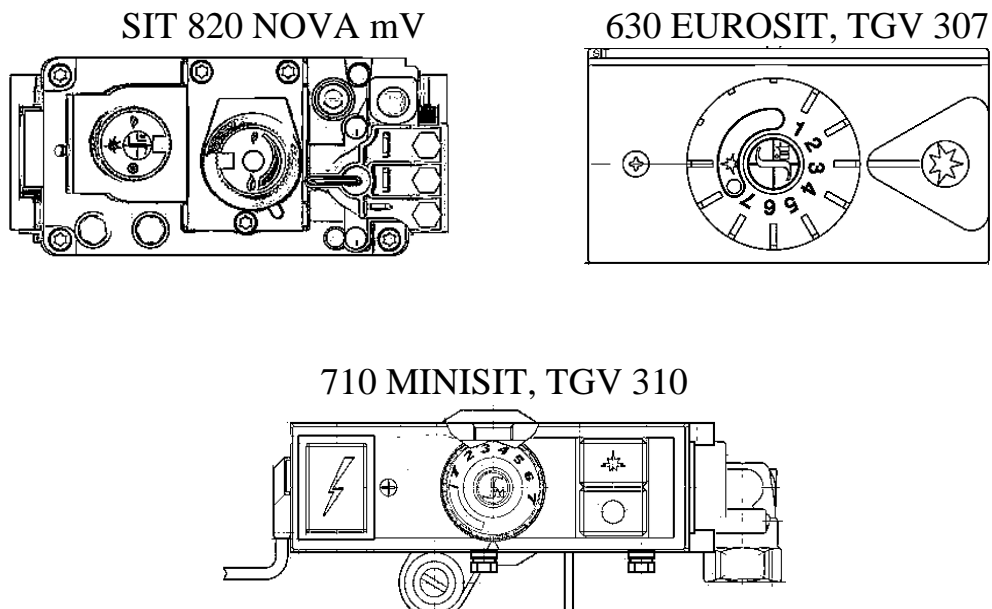

Рисунок 9 – Ручка блока регулятора газовой горелки
- повернуть ручку регулятора в положение «запальная горелка» («★») (см. рисунок 9).